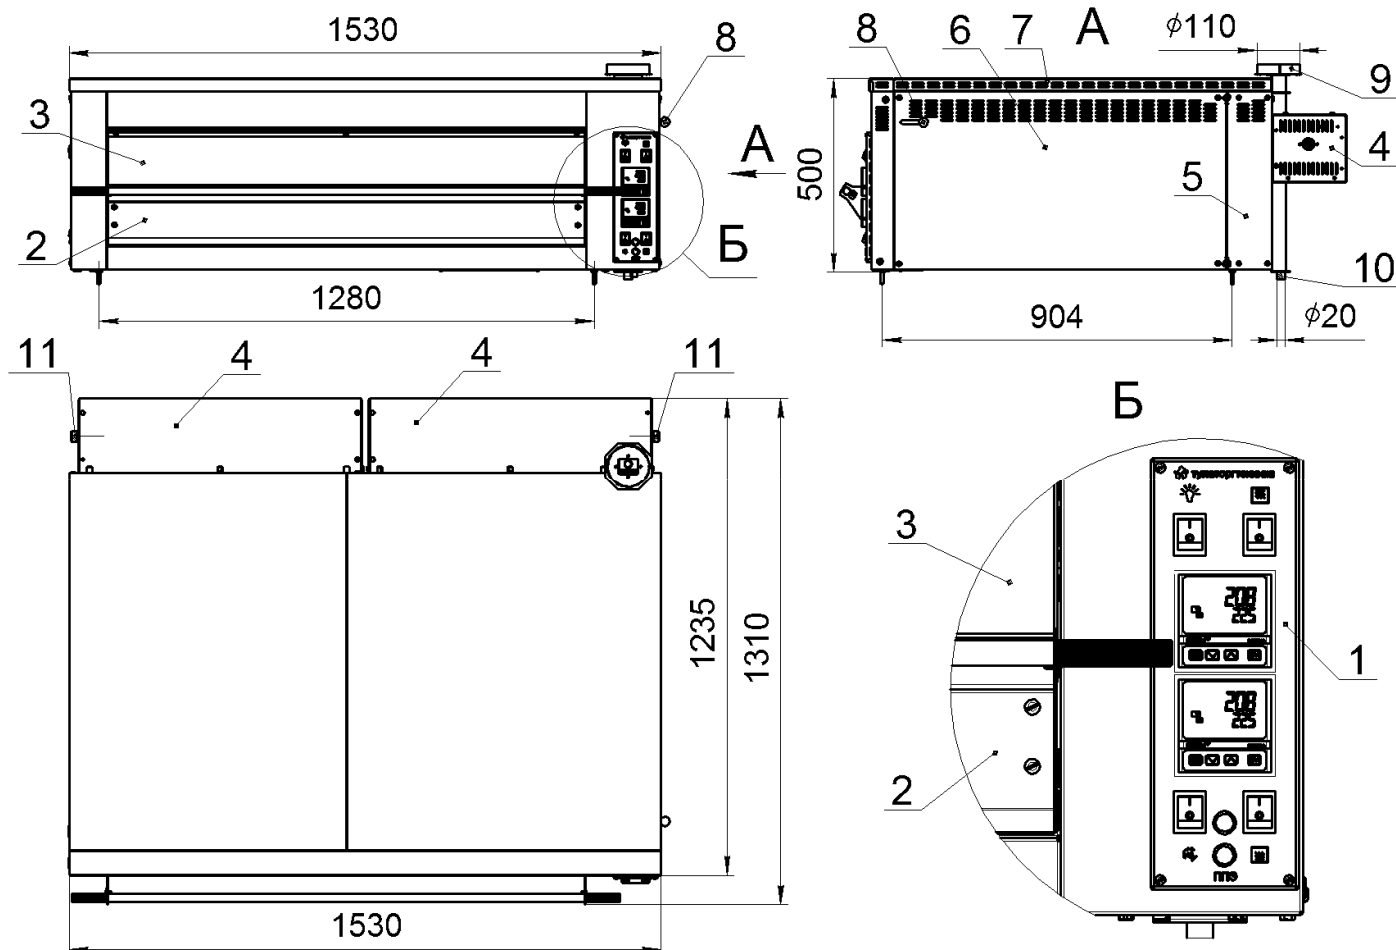

Рис.1
Общий вид печи (с крышкой) представлен на рис.1.
6.9 После установки печи на подставку, снимите 4 бруса, вывернув болты (ключ на «13»), которыми брусья закреплены на корпусе печи. Затем наверните рукоятку системы вентиляции (рис.1, поз.8) из комплекта поставки печи.
Подключение воды производится к штуцерам клапанов (рис.1, поз.11), резьба наружная G3/4". Подключение рекомендуем производить гибкой подводкой с накидной гайкой G3/4" через фильтр очистки воды от механических примесей и перекрывающий вентиль или шаровой кран.
6.12.1 Снять крышку блока клеммного (рис. 1, поз.5) с правой стороны боковой панели печи.